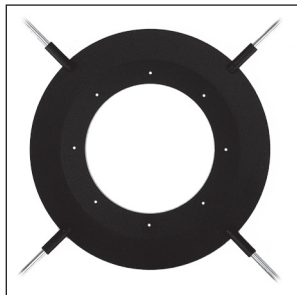

Bild 1
- Stecken Sie die Spannstäbe mit den verstärkten Enden in die Steckmuffen des Drehtellers (Bild 1).